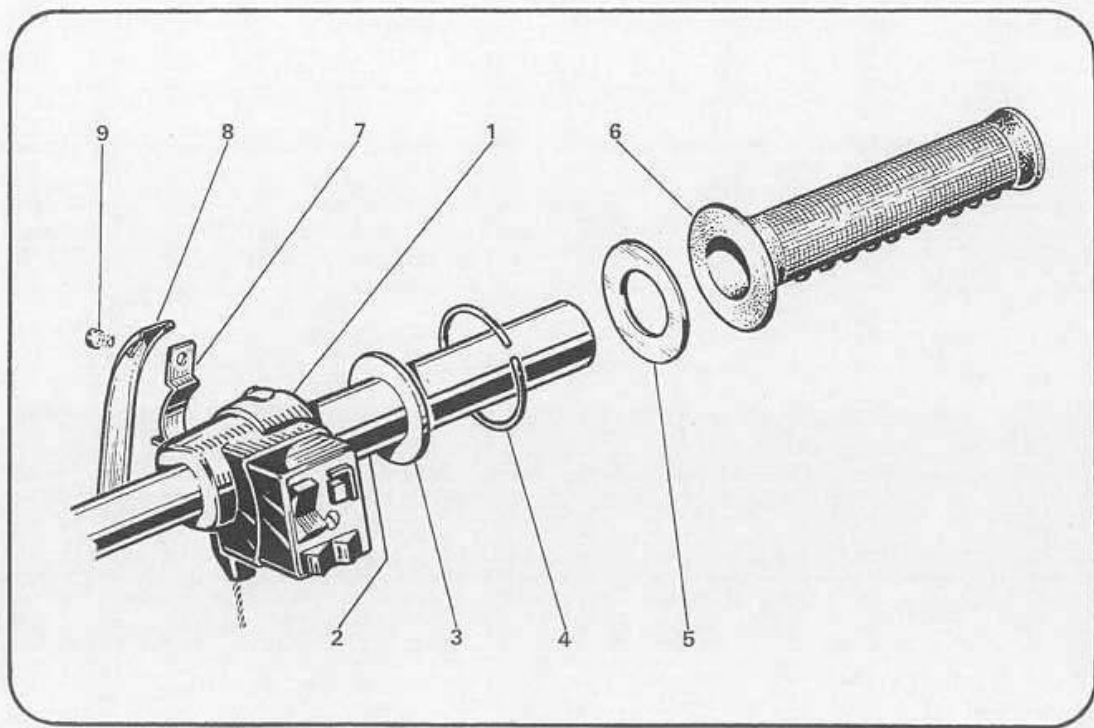

Fig. 102
**REVISIONE DEL GRUPPO COMANDO GAS** (vedi fig. 102).
**OVERHAULING THE THROTTLE CONTROL ASSEMBLY** (see fig. 102).